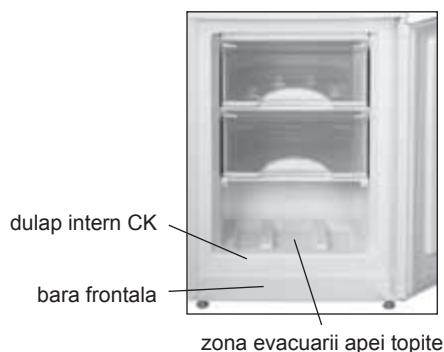

Figura 6 — Colectarea apei topite din CF
3.2.1 În timpul dezgetării CK apa dezgetata trebuie eliminata din zona scurgerii, în conformitate cu figura 6 cu un material ce absorbe usor umeditatea pe masura de topire a stratului de zapada, iar apoi a spala camera si a o sterge pana la uscat.